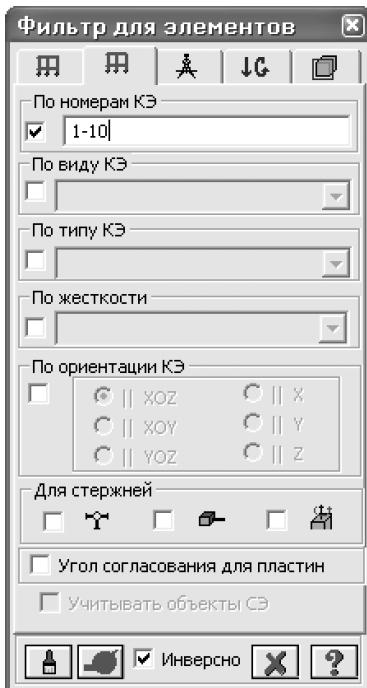

Рис.8.18. Диалоговое окно
- Смените номер текущего загружения, вызвав диалоговое окно **Активное загружение** (рис. 8.18) с помощью меню **Нагрузки** ⇒ **Выбор загружения** (кнопка на панели инструментов).